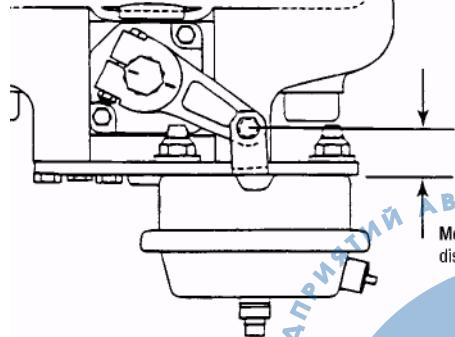

РИС. 14
1. **Длина хода:** Проверьте регулируемую длину хода поршня камеры (Рис. 14).
РИС. 14а
- Для установки начального зазора суппорта, проведите соответствующую настройку суппорта, уменьшая зазор суппорт – ротор до нуля (См. Рис. 14а для выбора направления вращения регулировки). Убедитесь, что на грузовая пластина полностью контактирует с опорным тормозным диском. Произведите семь «отжимов» тормоза для установки начального зазора.